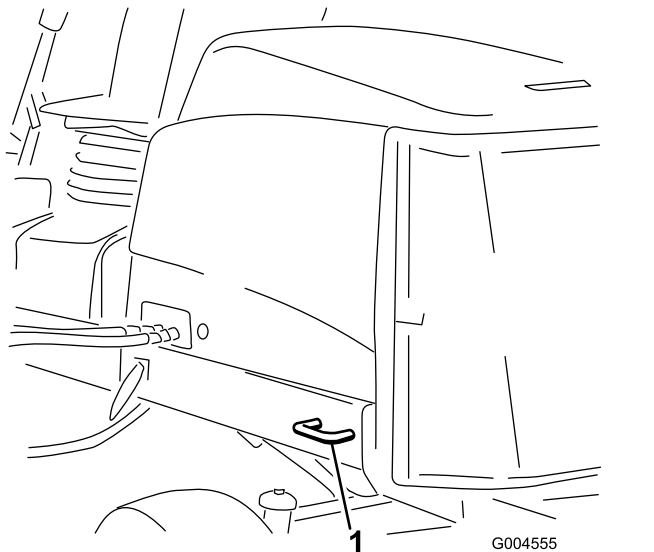

Figure 44
- Arrière – chaque côté de la machine sur le cadre arrière (Figure 44).